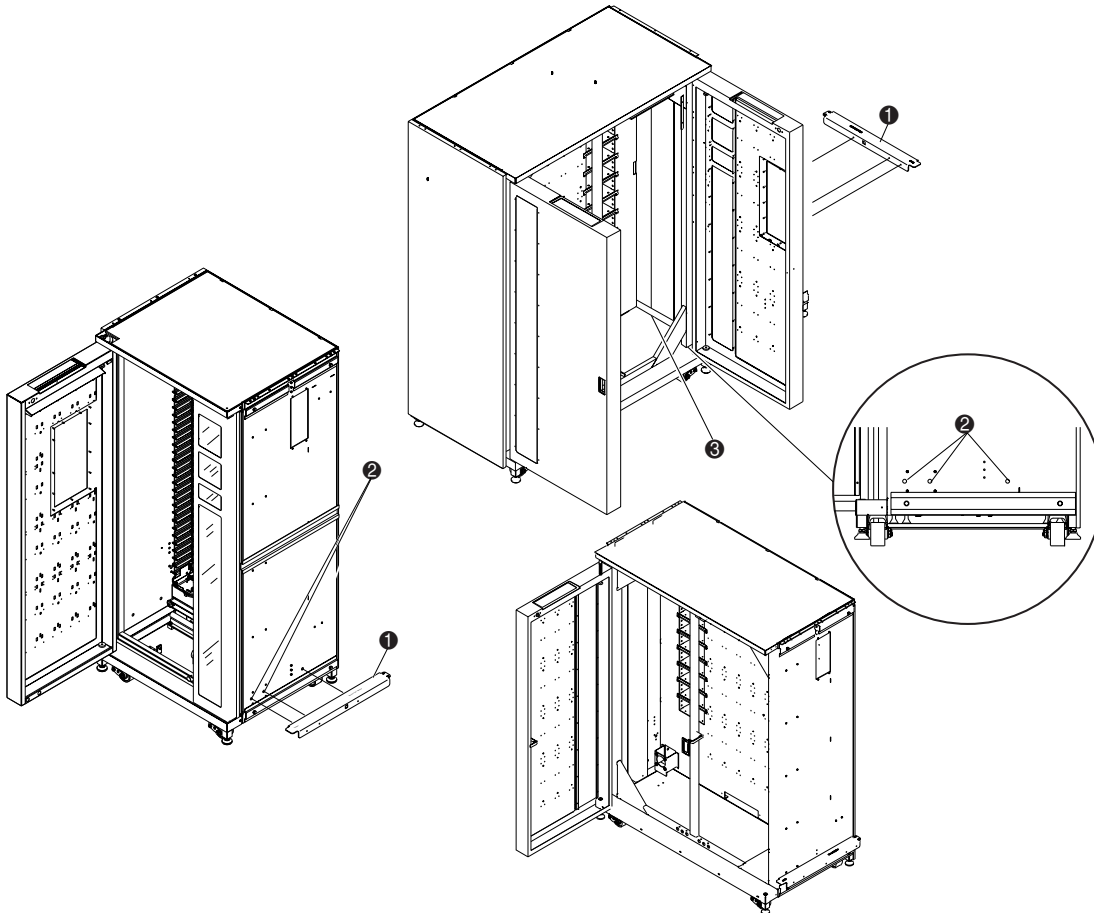

Figure 2-3. Installation de la gouttière de fixation de l'armoire inférieure (librairie de gauche)
6. Installez la gouttière de fixation de l'armoire inférieure sur la librairie de gauche (❶ Figure 2-3) à l'aide des trois boulons (réf. 0615113) et rondelles (réf. 0685521). Ne serrez pas à fond. Laissez la gouttière se déplacer librement.